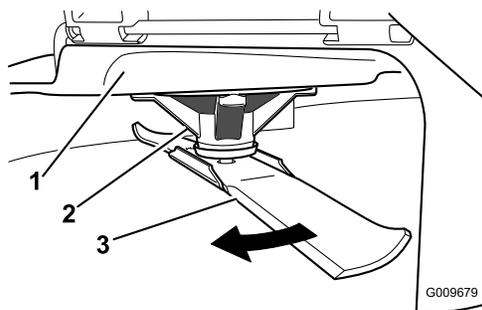

Figura 48
- Con guantes de acolchado grueso u otro tipo de protección apropiada para las manos, gire lentamente la cuchilla que se va a medir hasta una posición que permita medir eficazmente la distancia entre el filo de corte y la superficie nivelada en la que descansa la máquina (Figura 48).